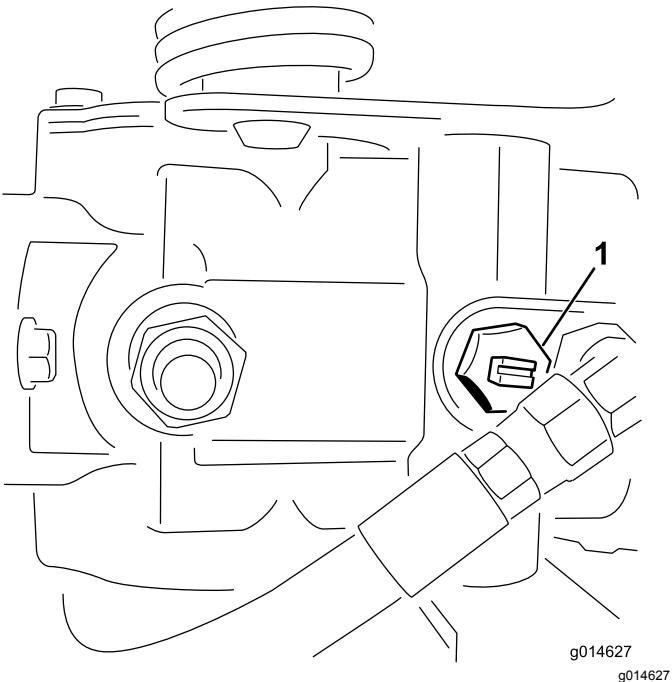

Bild 29
1. Ermitteln Sie das Sicherheitsventil an der Pumpe und drehen es so, dass der Schlitz vertikal ist (Bild 29).
2. Schließen Sie vor dem Starten des Motors das Sicherheitsventil. Drehen Sie den Schlitz des Ventils in die horizontale Stellung (Bild 29).